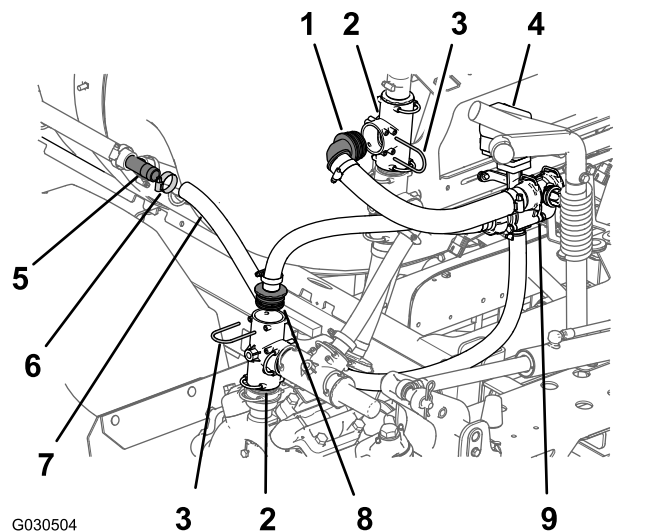

図 66
2. 薬液タンクの左側で後フェンダの近くで、一番後ろの攪拌ノズルのT字フィッティングのところでホース内径 25mmを保持しているクランプを外す 図 66。
3. 液剤散布ポンプの出口ポート部分で、図 66 のように縦に取り付けられているT字フィッティングから、リテーナを外してストレートハブフィッティングを外す。
4. マニホールドブラケットの左側で、図 66 のように縦に取り付けられている上側のT字フィッティングから、リテーナと 90° ハブフィッティングを外す。